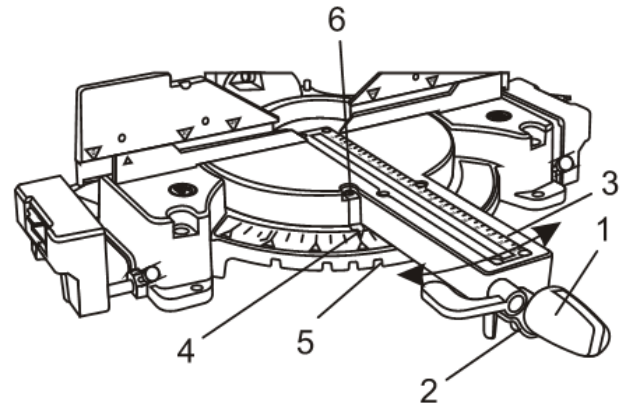

Fig. 7
1. Tournez le bouton de verrouillage d'onglet (1) de 2 tours dans le sens inverse des aiguilles d'une montre (Fig. 7).
2. Appuyez sur le levier de verrouillage de la détente d'onglet (2) et déplacez le bras d'onglet (3) vers la gauche ou vers la droite jusqu'à ce que le pointeur 0° (4) s'aligne avec la ligne 0° sur l'échelle.
3. Relâchez le levier de verrouillage de la détente d'onglet et déplacez à nouveau le bras d'onglet d'avant en arrière jusqu'à ce que le verrou de détente tombe dans l'encoche correspondante (5) au bas de la base.
4. Si le pointeur 0° n'est pas aligné directement avec la ligne 0° sur l'échelle, utilisez un tournevis n° 2 (non fourni) pour desserrer la vis du pointeur (6). Alignez ensuite l'aiguille avec le 0° sur l'échelle et serrez la vis pour maintenir fermement l'aiguille en place.